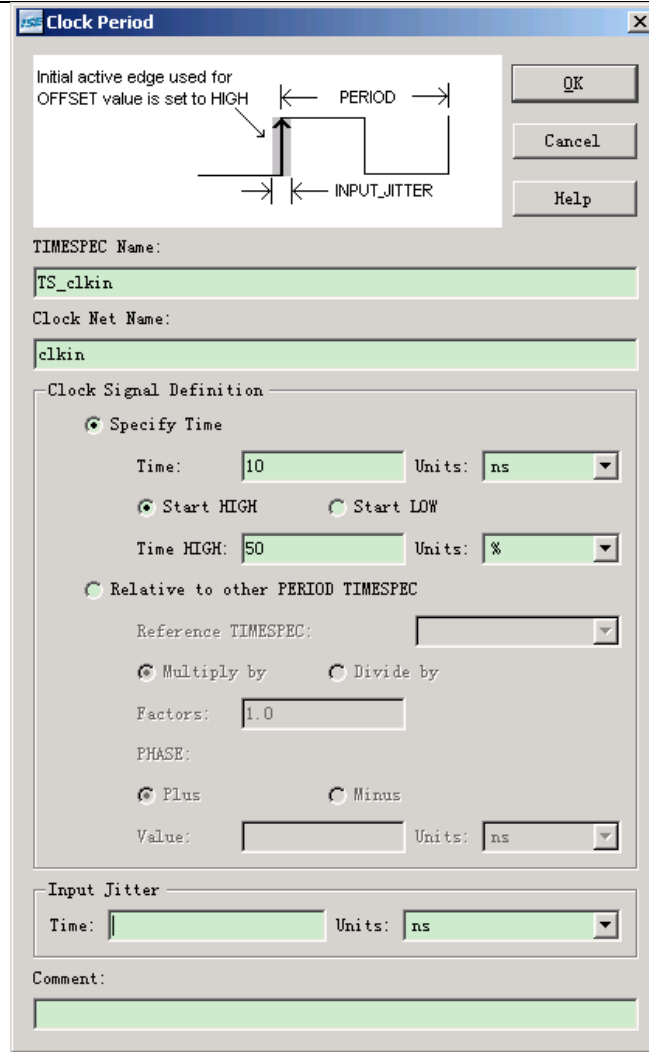

图 2.13 设置时钟周期约束对话框
(3) 在“Constraints Editor”界面的左边打开“Timing Constraints”，单击“Global”，设置时钟周期的界面出现。双击右侧的“Period”标签下边的空白处，会弹出设置“Clock Period”的对话框。
(4) 如图 2.13 所示，设置时钟周期的图形界面能够帮助设计者方便地设置约束，在最上方是图形说明各个约束的含义。这里设置时钟周期为 10ns，即 100MHz，占空比为 1：1。设置好以后，单击【OK】按钮。如果在使用中遇到问题，可以单击【Help】按钮查看帮助文档。